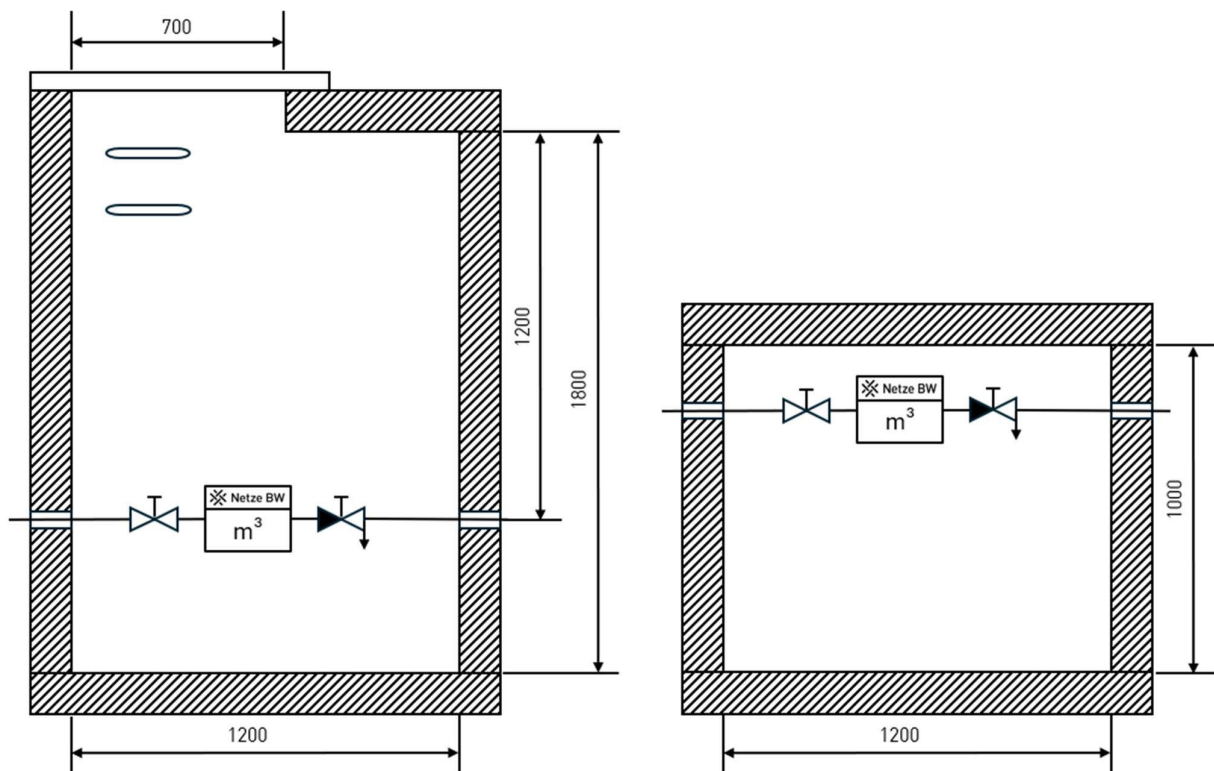
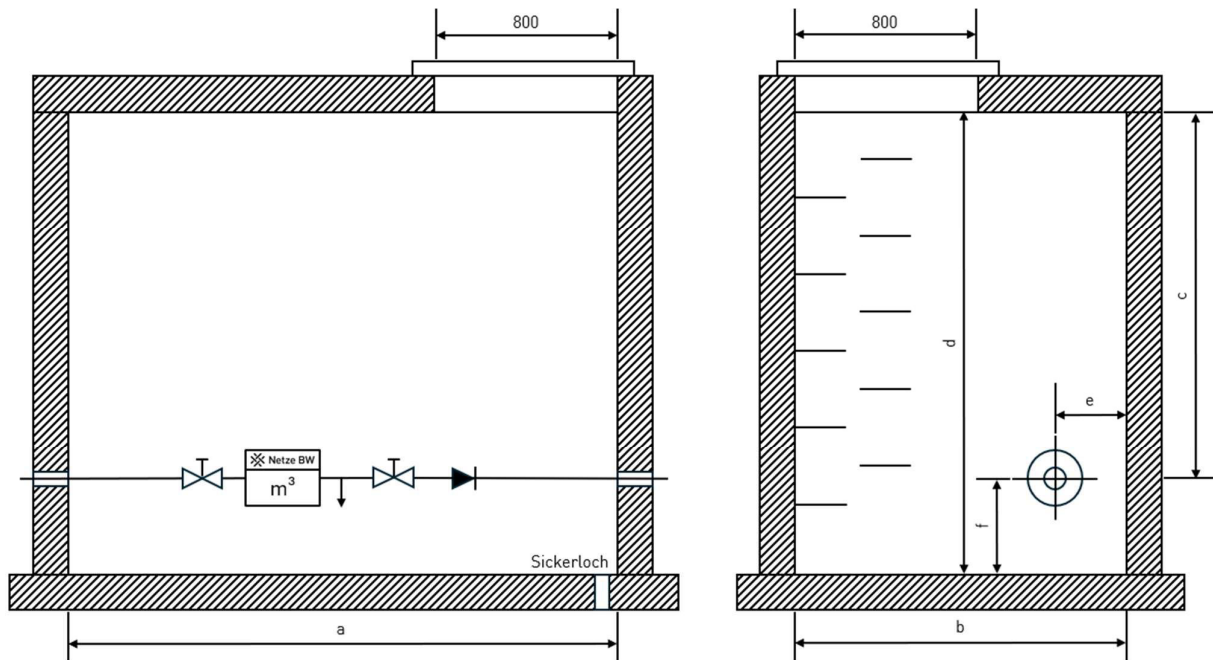

Abbildung 5: Schachtmaße in mm für Anschlussleitungen bis da 63
Abbildung 6: Schachtmaße in mm für Anschlussleitungen größer da 63
Bei der Einstiegsöffnung ist eine lichte Weite (LW) von 800 x 800 mm bzw. einen Minstdurchmesser von 800 mm einzuhalten (Abbildung 6). Bei Schächten für Anschlussleitungen  $\leq$  da 63 ist eine Einstiegsöffnung von 700 x 700 mm zulässig (Abbildung 5). Die in der Maßtabelle (Tabelle 1) angegebenen Abmessungen stellen Mindestanforderungen für die Unterbringung der Anschlusseinrichtung und der Betriebseinrichtungen dar. Besondere Einrichtungen sind beim Platzbedarf gesondert zu berücksichtigen.